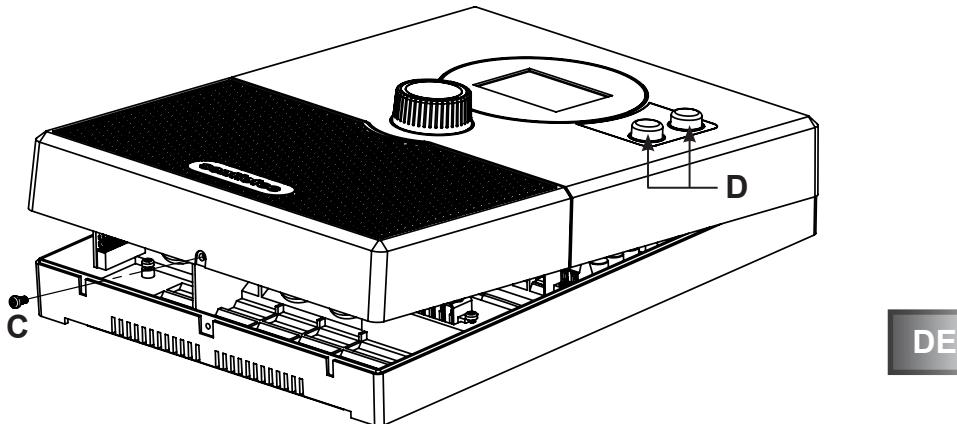

Abb.2 Abnehmen des Gehäusedeckels
2. Entfernen Sie mit einem Schraubendreher die Gehäuseschraube **C** und heben Sie den Gehäusedeckel von der Unterseite ab (siehe **Abb.2**).